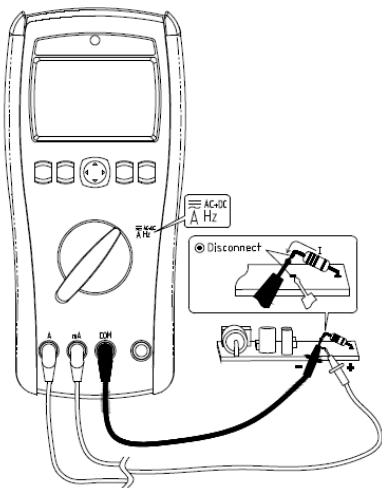

Рис.7.4
3. **Жёлтой** функциональной клавишей выбрать режим измерения: постоянное (DC), переменное (AC/ kHz), переменное со смещением (AC+DC) (циклический перебор).
4. Подключить измерительные провода последовательно с источником тока (рис.7.4).